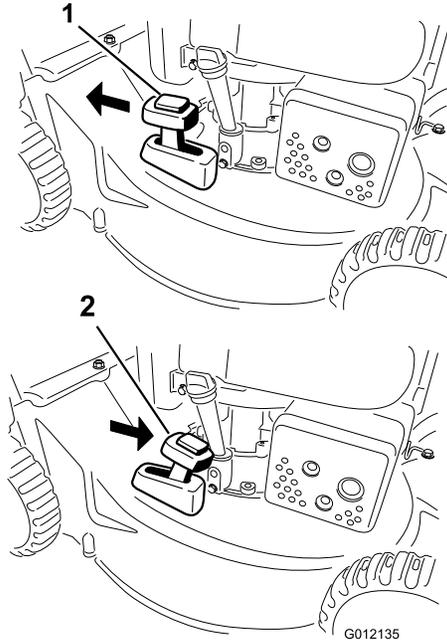

Bild 16
Schieben Sie den Hebel für den Recycler/Grasfangkorb für das Recycling des Schnittguts auf die Stellung **Recycling** (Bild 16).
2. Setzen Sie den Fangkorb ein, siehe Entfernen des Fangkorbs (Seite 12), und stellen den Hebel für den zuschaltbaren Fangkorb auf die Stellung **Fangkorb** (nur Modell 20836) wie in Bild 16 dargestellt.
Hinweis: Nehmen Sie ggf. den Fangkorb von der Maschine ab, bevor Sie das Schnittgut hinten auswerfen, siehe Entfernen des Fangkorbs (Seite 12). Der Hebel für den zuschaltbaren Grasfangkorb sollte in der Stellung **Fangkorb** (nur Modell 20836) sein, wie in Bild 16 dargestellt.